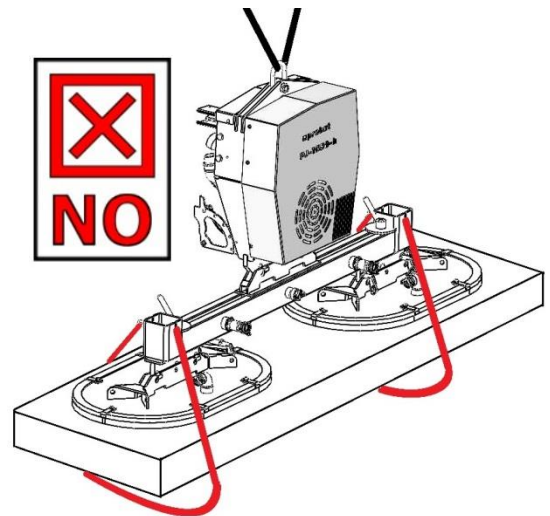

Abb. 2
Ein ungleiches Positionieren der Saugplatten ist nicht erlaubt (siehe Abbildung 2)!
- **Sicherheitskette darf niemals locker unter der Last hängen, da sonst Last bei Vakuumausfall/Verlust (z.B. bedingt durch Energieausfall) herunterfallen kann (Abb. 2).**